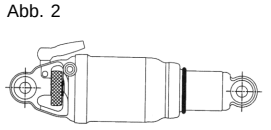

Abb. 2
Schritt 3: Setzen Sie sich vorsichtig auf den Sattel des Fahrrades (Abb. 2).